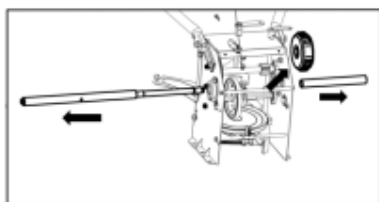

Figure 25
3. Retirez délicatement l'écrou hexagonal et la rondelle qui fixent l'arbre hexagonal au châssis de la souffleuse à neige et tapez légèrement sur l'extrémité de l'arbre pour déloger le roulement à billes du côté droit du châssis. Voir la figure 25.
- Retirez les arbres de transmission long et court, puis retirez le différentiel. Voir la figure 25.